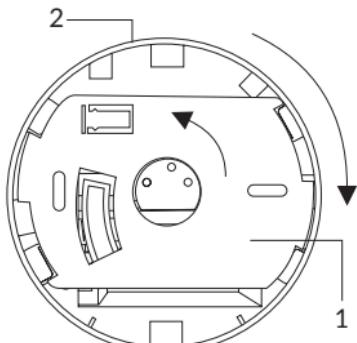

Fig. 2
- 6.1. Séparez la base de fixation (fig. 2, position 1) du boîtier de l'appareil (fig. 2, position 2) en la tournant dans le sens inverse des aiguilles d'une montre.